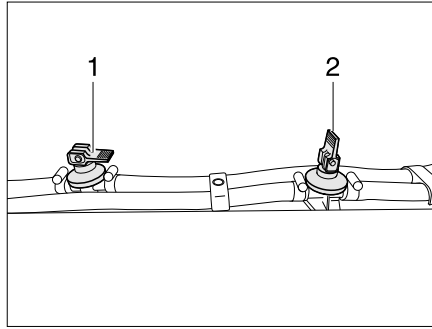

Fig. 356 Rubinetto di scarico
- Chiudere tutti i rubinetti di scarico. A questo scopo posizionare orizzontalmente la leva a bilanciere (Fig. 356,1).